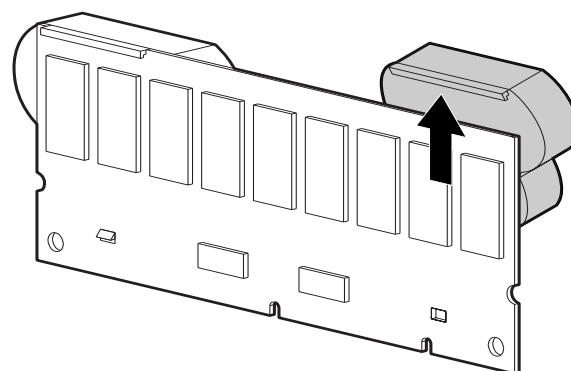

Figura 6: Extracción de la batería
3. Levante la batería para desenganchar la parte superior. Consulte la Figura 6.